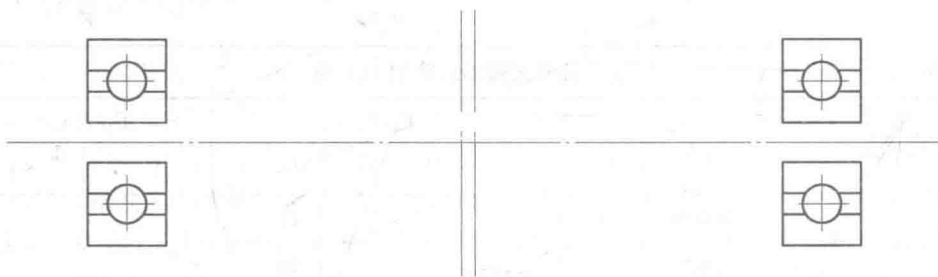

图 9
1. (12 分) 如图 9 所示, 某传动中间轴系采用一端游动、一段固定结构, 已知固定端和游动端支承均采用深沟球轴承, 试完成相应轴系结构设计。省略中间传动件结构。